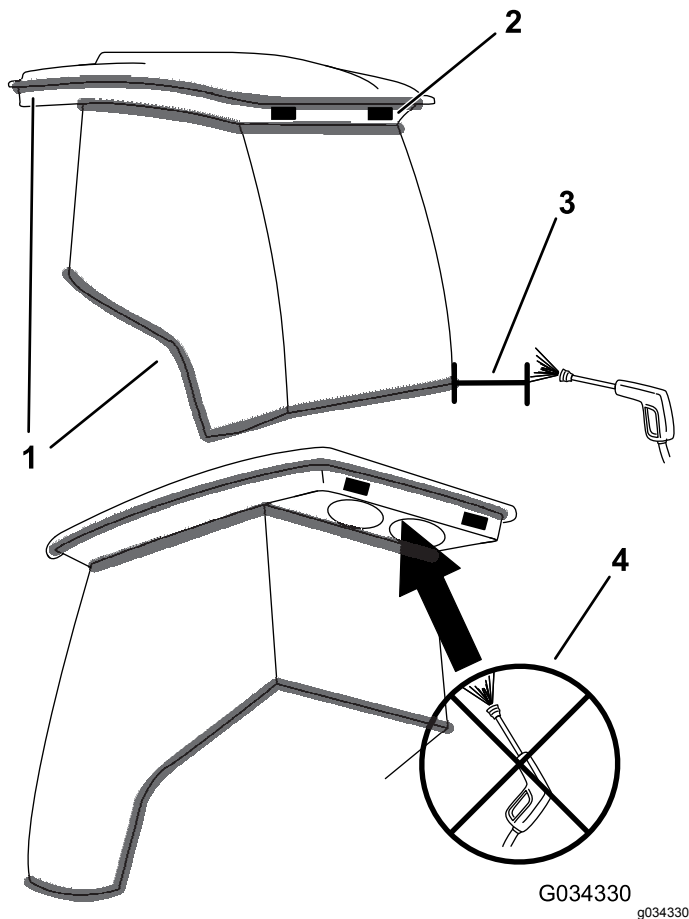

Figura 132
**Importante:** Prestate attenzione alle guarnizioni e alle luci della cabina (Figura 132). Se utilizzate una lancia a pressione, mantenete l'asta di lavaggio ad almeno 0,6 m di distanza dalla macchina. Non utilizzate la lancia a pressione direttamente sulle guarnizioni o le luci della cabina o sotto la sporgenza posteriore.